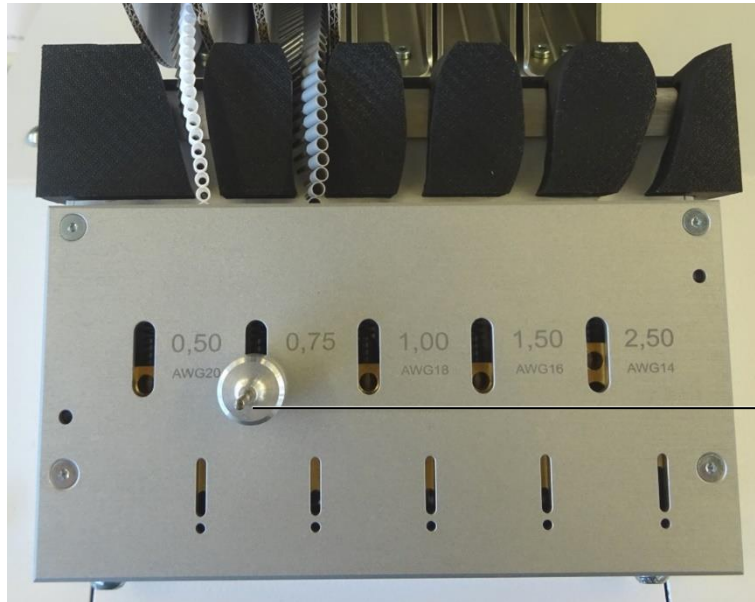

Bild 10: Fixerstift upptill
- Sätt i fixerstiftet med den stora diametern i den övre öppningen (bild 10, pos. 1) i transportenheten.